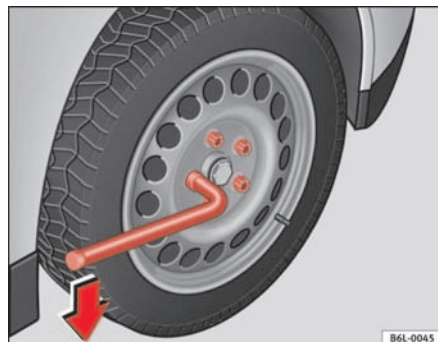

Fig. 133 Changement d'une roue : desserrage des boulons de roue
- Attrapez la clé par l'extrémité et tournez-la environ un tour vers la **gauche** ⇒ fig. 133.